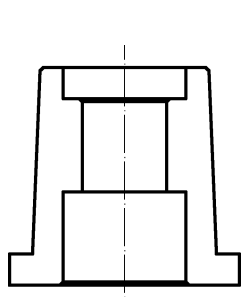

图 11-25 绘制倒角示例
1) 绘制倒角。选择“修改”面板→“倒角”命令，输入倒角距离，指定两条线段后，可以倒角，结果如图11-25所示。在倒角时，应注意是否选中“去除”选项。